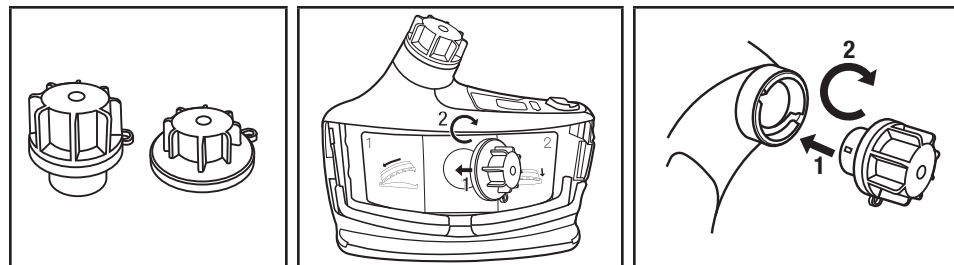

Fig. 18 – Pose des couvercles de nettoyage et d'entreposage du souffleur à moteur
- Si un nettoyage additionnel est requis, retirer le filtre ou la cartouche et le tuyau de respiration. Pour que le moins de matière possible tombe dans le souffleur à moteur, enlever le filtre ou la cartouche lorsqu'ils sont tournés vers le bas. Poser les obturateurs de nettoyage et d'entreposage dans les orifices d'entrée et de sortie (trousse de nettoyage et entreposage TR-653 3M™) sur le respirateur TR-600 (Fig. 18). Le respirateur TR-600 peut maintenant être rincé à l'eau froide, immergé ou mis dans une laveuse pour respirateur pour un nettoyage plus approfondi. La température de l'eau ne doit pas dépasser 50°C (122°F). S'assurer, avant chaque utilisation, que les joints d'étanchéité des obturateurs ne sont pas usés ou endommagés. Remplacer les joints d'étanchéité usés ou endommagés. Le fait de laver le respirateur TR-600 Versaflo lorsque les joints d'étanchéité des obturateurs sont endommagés peut le détériorer et annuler la garantie. Ne pas immerger ni mettre les souffleurs qui sont tombés par terre ou endommagés en raison du risque de pénétration d'eau. Remplacer les joints d'étanchéité toutes les 30 utilisations ou annuellement, selon la première éventualité, afin de réduire l'utilisation de joints d'étanchéités usés.